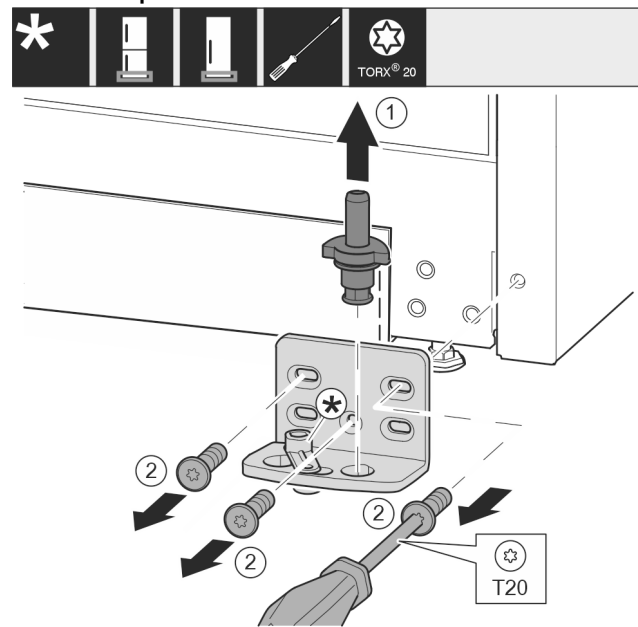

Fig. 11
- ▶ Extrageți complet bolțul de lagăr în sus. Fig. 11 (1)
- ▶ Extrageți prin rotire și detașați șuruburile cu șurubelnița T20. Fig. 11 (2)